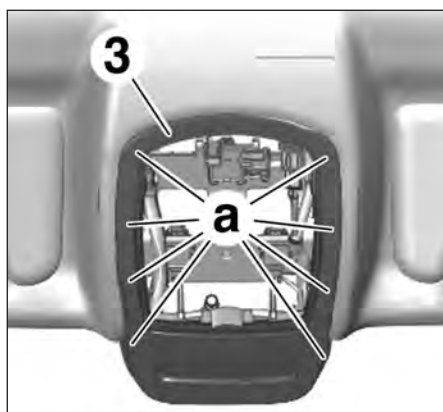

FIG.63
- le support (3) de la console en (a) (Fig.63),
- Dégrafer le support (3) de la console aux endroits indiqués et débrancher les connecteurs attenants (Fig.63),